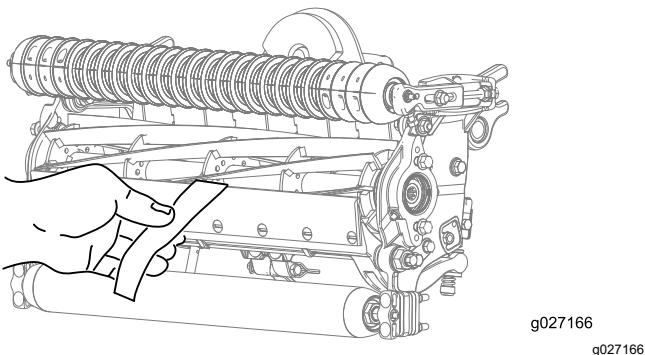

图 8
- B. 在滚刀与底刀之间插入一长条剪切性能纸 Toro 零件号 125-5610 纸要与底刀垂直 **图 8** 然后缓慢向前旋转滚刀此操作应能切断性能纸如果不能请重复步骤 A 和 B 直至切断为止。